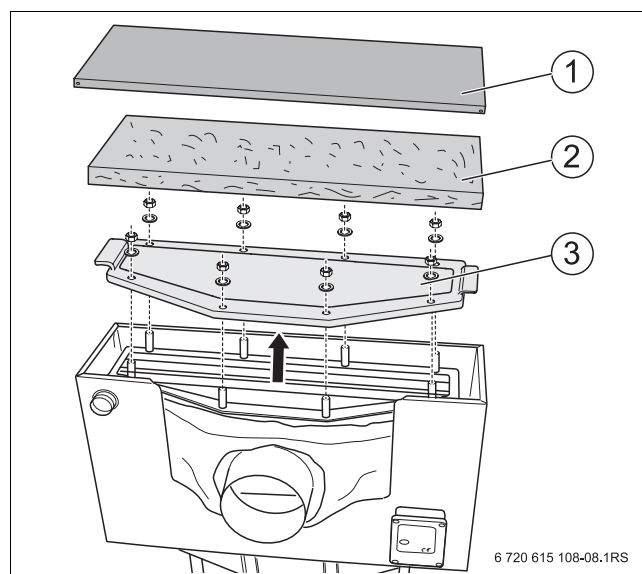

fig. 21 Retirar a tampa de limpeza
- Voltar a aparafusar a tampa de limpeza (→ fig. 21, página 25, [3]) com vedante.
- Colocar o isolamento térmico (→ fig. 21, página 25, [2]) e a tampa do permutador de calor (→ fig. 21, página 25, [1]).